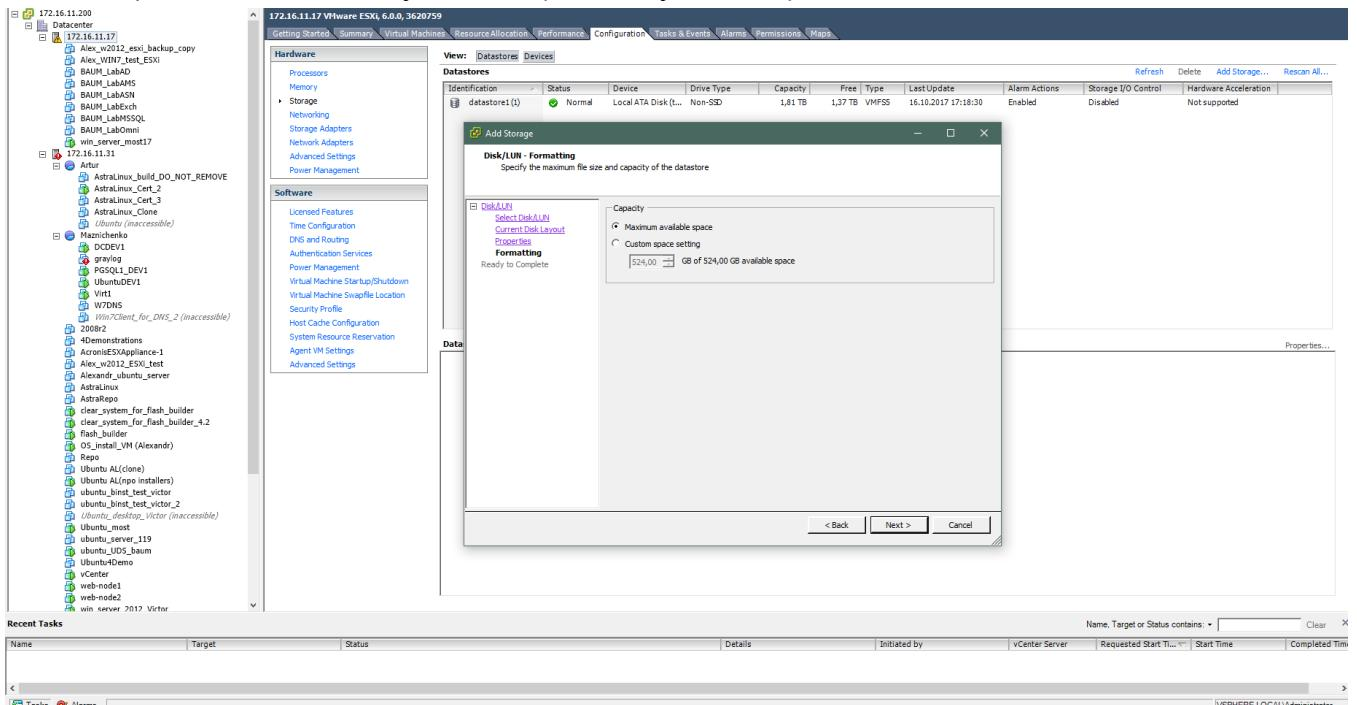

Рисунок 108 – Размер Datastore
15) Нажать на кнопку «Next» (см. Рисунок 108)